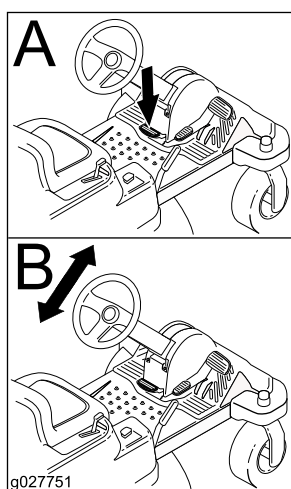

Figura 11
2. Mueva el volante a la posición deseada (Figura 11).